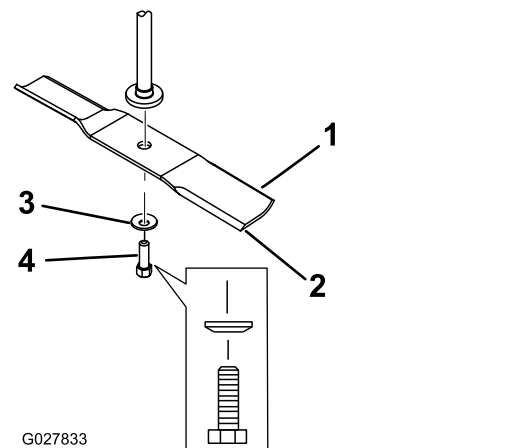

Figura 62
2. Îndepărtați urubul lamei, aiba curbată și lama de pe arborele axului (Figura 62).
1. Montai lama pe arborele axului (Figura 62).
2. Montai aiba curbată (cu partea în formă de cupă îndreptată către lamă) i urubul lamei (Figura 62).